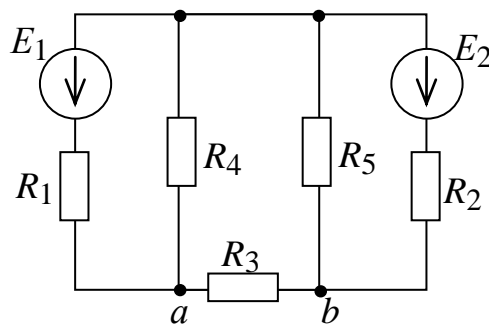

Рис.4.4
**Задача 3.** Для электрической схемы, изображенной на рис. 4.4, 4.5, по заданным к табл. 4.3 параметрам и ЭДС источника определить, токи во всех ветвях цепи и напряжения на отдельных участках. Составить баланс активной и реактивной мощностей. Построить векторную диаграмму токов и потенциальную диаграмму напряжений по внешнему контуру.